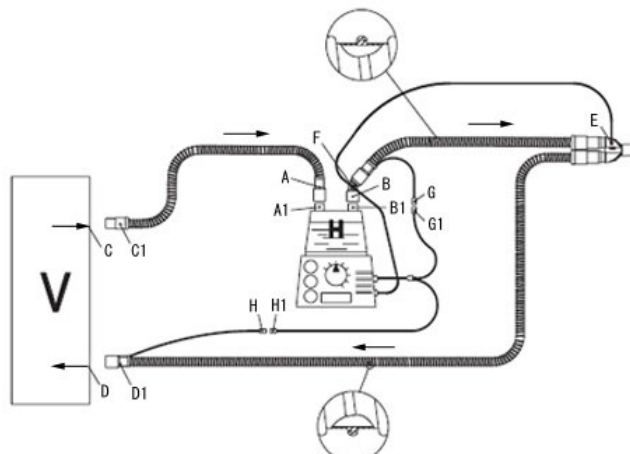

図 2
本品は、人工呼吸器を使用中の患者に加温したガスを供給するための、加熱部材が埋め込まれた呼吸回路で、ヒーターワイヤー入蛇管が1本(吸気側)付いたものと2本(吸気側と呼気側)。図2、3)付いたものの2種類がある。
9. フィッシャー&パイケル社製加温加湿器とヒーターワイヤー入蛇管が2本ついた回路を使用する場合は、下記の手順で接続する(図2)。